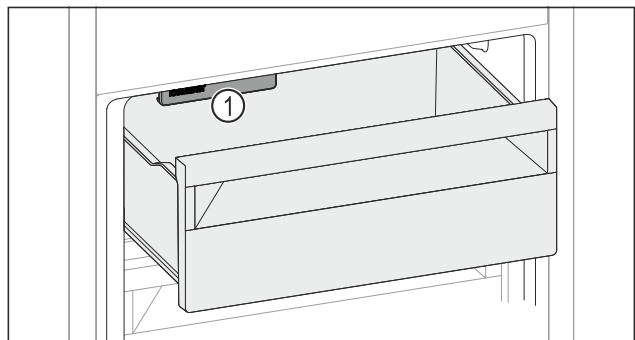

Fig. 111
- Tenez compte de l'IceMaker Fig. 111 (1).